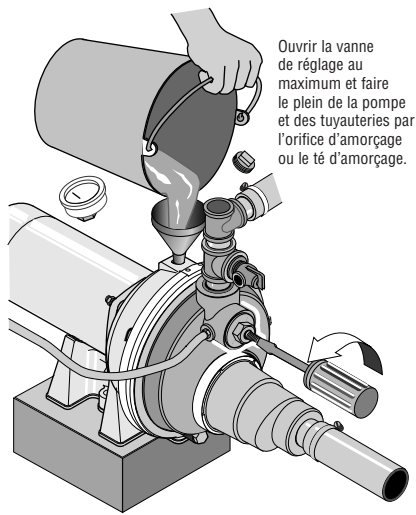

Figure 19 : Ouvrir la vanne de réglage
1. Ouvrir au maximum la vanne de réglage (voir la Figure 19), déposer le bouchon d'amorçage de la pompe, puis faire le plein de la pompe, de toutes les tuyauteries entre la pompe et le puits et s'assurer que toutes les tuyauteries du puits sont pleines d'eau. Si un té d'amorçage a été posé sur le tuyau d'aspiration, déposer le bouchon du té et faire le plein de la tuyauterie d'aspiration.